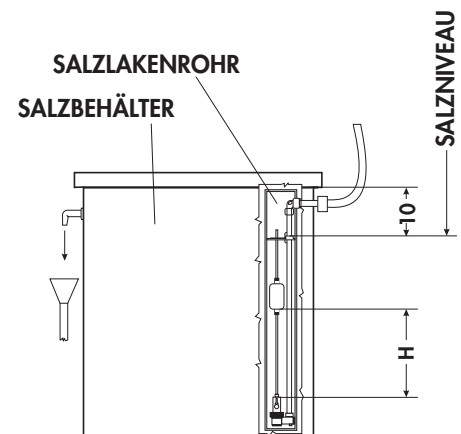

Abb. 5
- Den Salzbehälter bis auf 10 mm unter den Rand des Salzlakenrohrs füllen (Abb. 5).